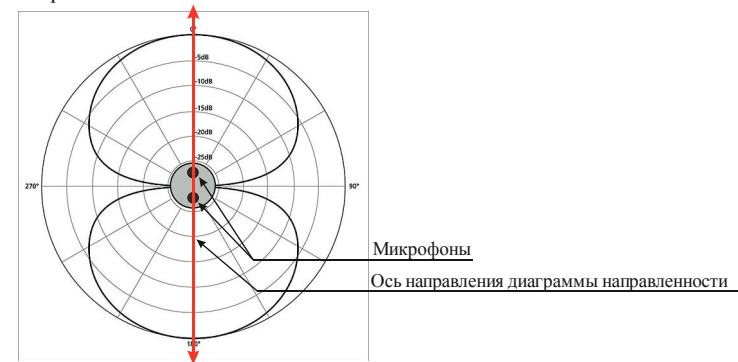

Рис. 3 Диаграмма направленности.
8. Максимальное подавление звуков, вне зоны оси, будет при установке регулятора баланса в среднее положение, при этом чувствительность обоих микрофонов должна быть одинаковой, см. рис.3.